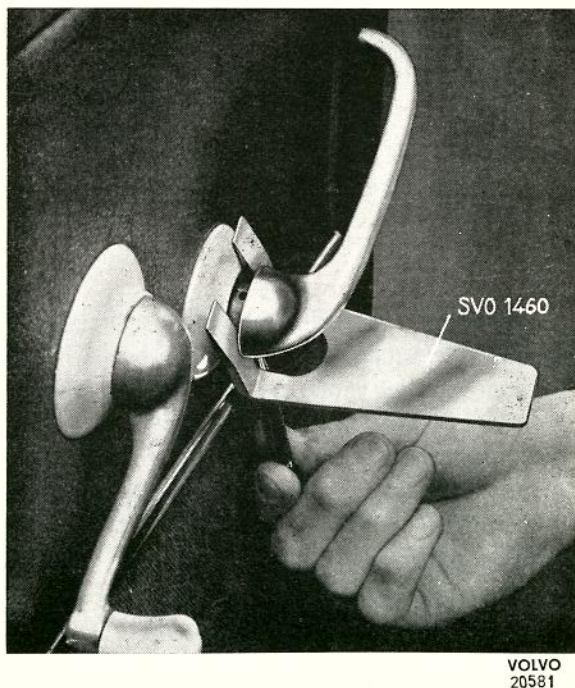

Bild 26. Demontering av dörrhandtag
1. Vid demontering av dörr borttages först armstöd, dörrhandtag och hissvev. Dörrhandtag och hissvev borttages på sätt som bild 26 visar.
1. Tag bort armstöd, inre dörrhandtag och hissvev. Dörrhandtag och hissvev borttages med hjälp av hållare SVO 1460 enligt bild 26.
2. Tag bort hissvev och inre dörrhandtag. Dessa borttages med hjälp av hållare SVO 1460 enligt bild 26.